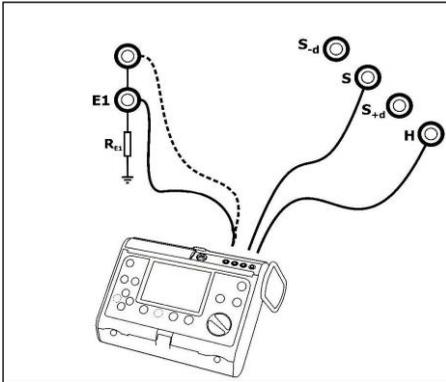

Fig. 8. Conexión del medidor
- conectar el medidor de la resistencia de las tomas de tierra (MRU-XXX) a las tomas según la Fig. 8,